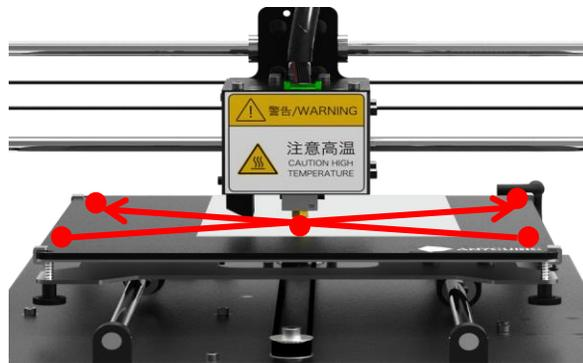

Imagen 12
Paso 6. Mueva el cabezal de impresión y la base al mismo tiempo, de modo que el cabezal de impresión pueda moverse en orden diagonal, como se muestra en la imagen 12. En el proceso de movimiento, compruebe si la distancia entre la boquilla y la base de impresión es aproximadamente de una hoja de papel. Es posible que tenga que ajustar los 5 puntos de la base 1 o 2 veces para comprobar el resultado de la nivelación.